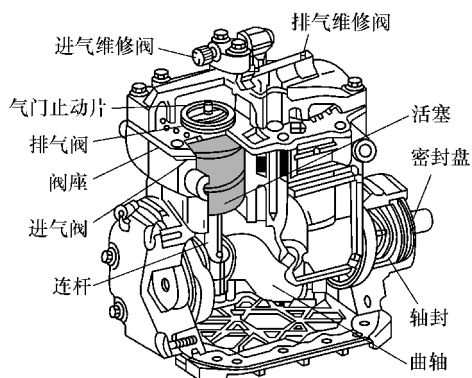

图 7-9 曲轴连杆式压缩机结构
1) 结构。曲轴连杆式压缩机主要由曲柄连杆机构，进、排阀气阀，润滑机构和曲轴密封机构等组成，如图 7-9 所示。